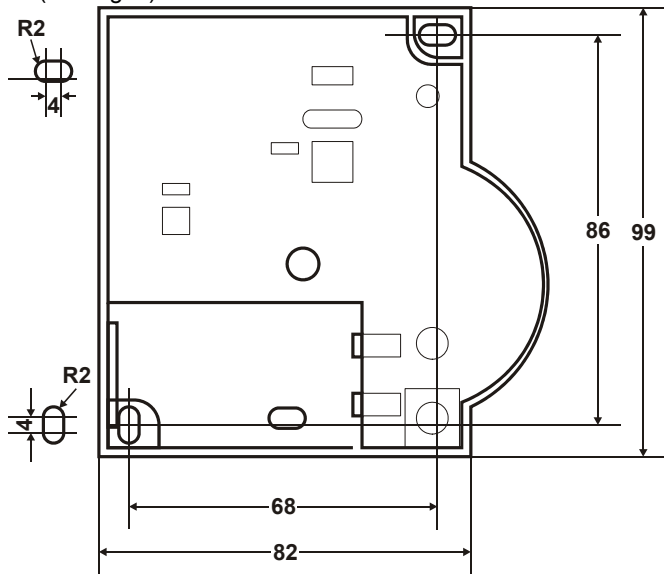

Fig. 4. Schéma de perçage (en mm)
- ▶ Pointer les trous de perçage suivant le gabarit de perçage (voir Fig. 4).